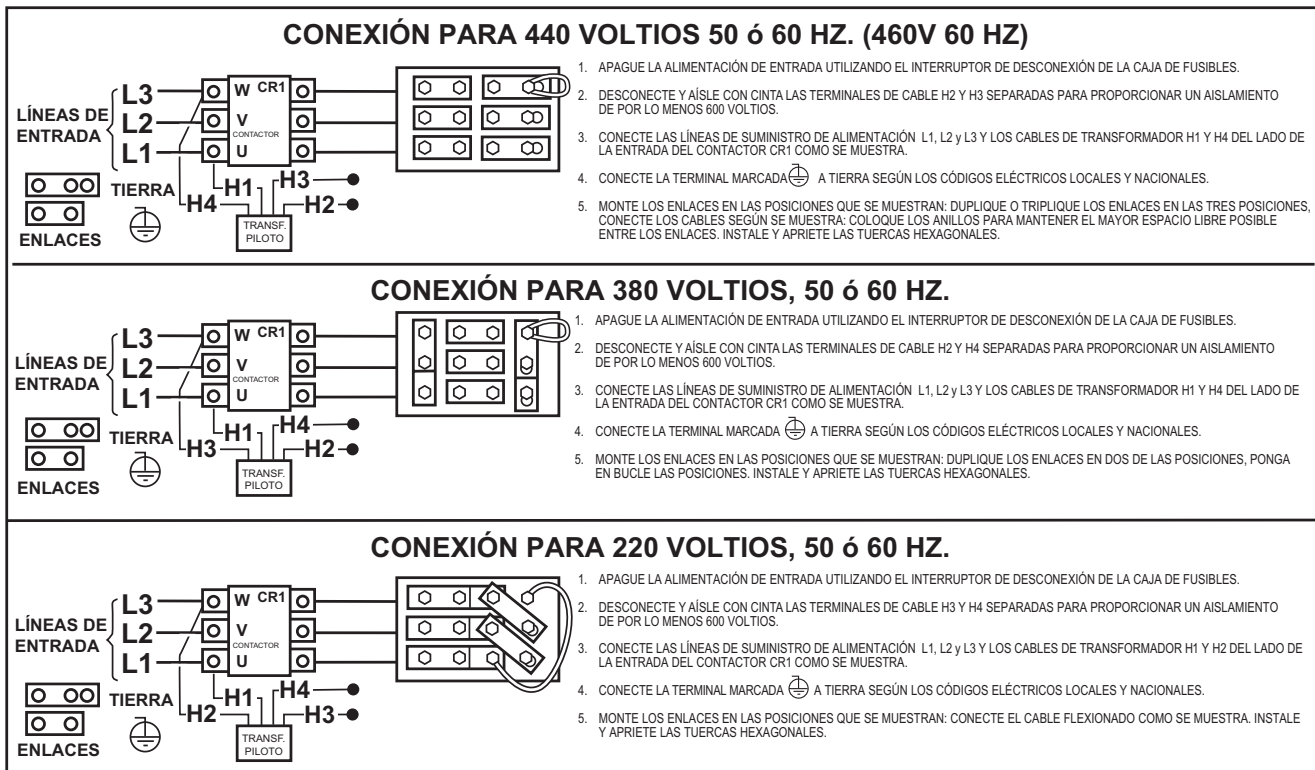

FIGURA A.5-Posiciones de la Tarjeta del Panel de Reconexión para Máquinas de 220/380/440 VCA
2. Para 220/380/460, consulte la Figura A.5. (M15010)